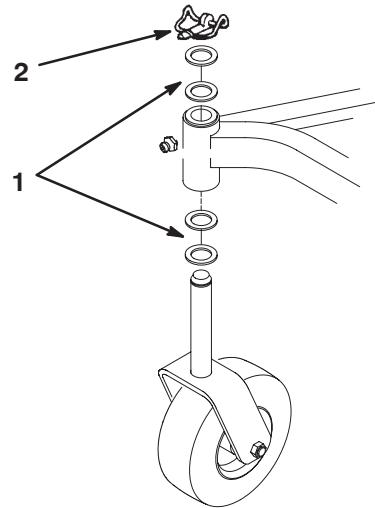

Bild 31
- A. Bei Mähwerken, die normalerweise mit einer Schnitthöhe von 25 bis 51 mm eingesetzt werden, sollte die niedrige Seite des Mähwerks angehoben werden. Nehmen Sie den Klappstecker ab, mit dem das Laufrad am unteren Ende befestigt ist (Bild 31) und nehmen Sie dann das Laufrad ab.
- C. Bei Mähwerken, die mit einer Schnitthöhe von 51 mm bis 102 mm eingesetzt werden, sollte die hohe Seite des Mähwerks abgesenkt werden. Nehmen Sie den Klappstecker aus dem Laufrad am hohen Ende des Geräts und nehmen Sie das Laufrad dann ab (Bild 31).